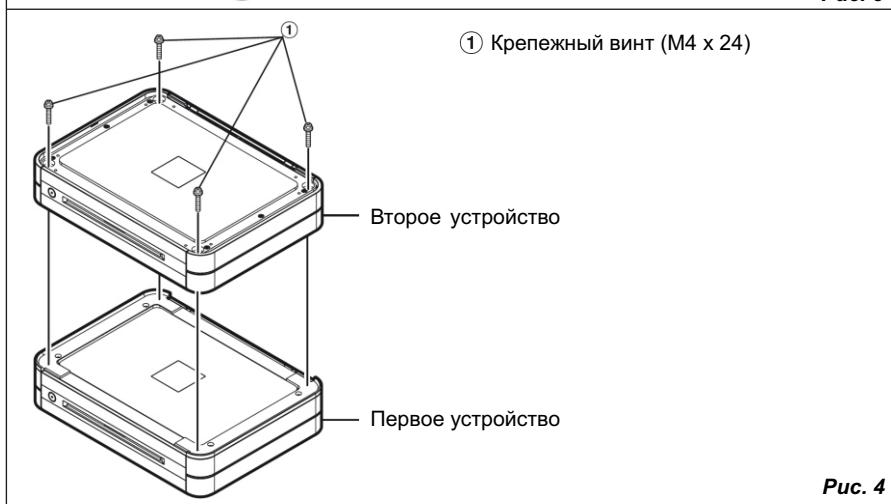

Рис. 4
4. Закрепите второй усилитель четырьмя винтами M4 x 24 (входящими в комплект другого усилителя). Смотрите рис. 4.